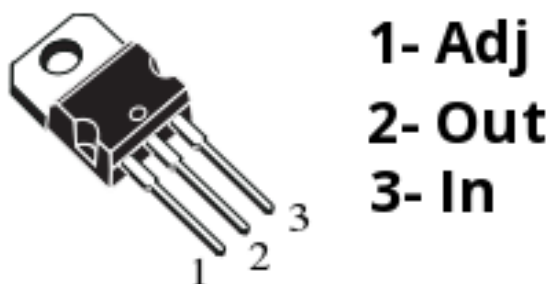

Рисунок 3. Цоколёвка **LM317T**
- Цоколёвка микросхемы **LM317T** по спецификации производителя представлена на рис. 3: